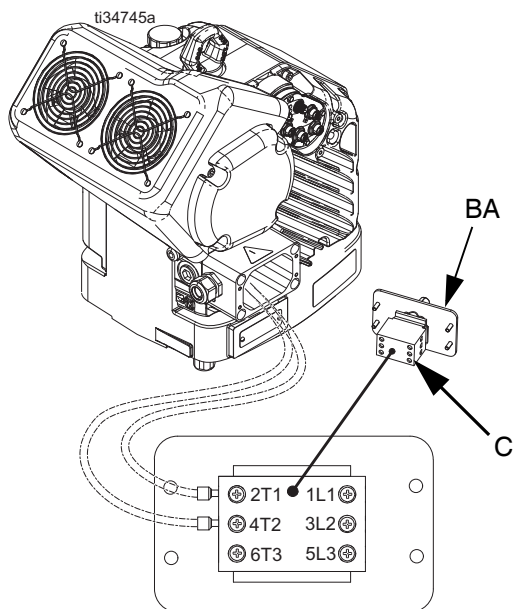

図 7: 端子接続
注：配線ボックス内では、電源線が切断ブロックの端子 2T1 と 4T2 にあらかじめ取り付けられています。端子の位置に関しては、図 7 を参照ください。
5. 図 7 電源コード接続元の配線を端子 1L1 と 2L2 に接続します。